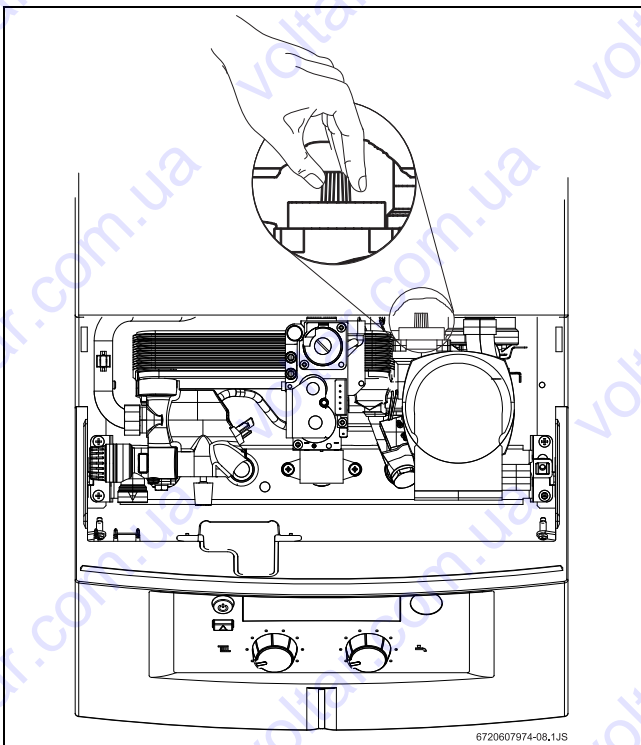

Рис. 14 Воздухоотводчик
- ▶ Выпустить воздух из котла с помощью встроенного воздухоотводчика (см. рис. 14).